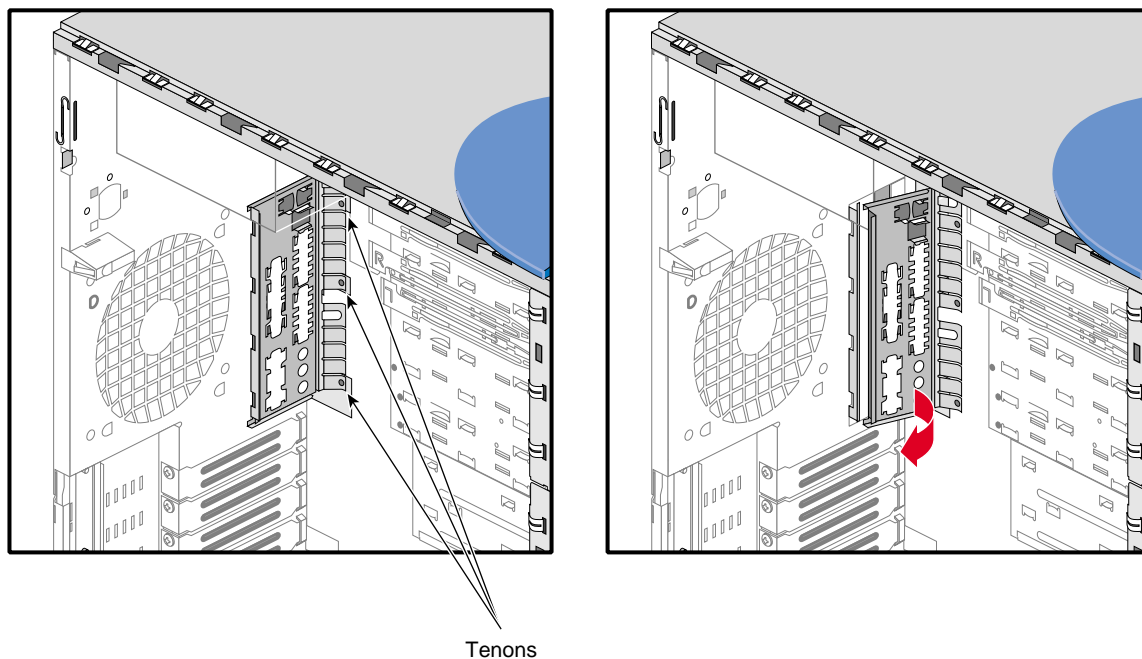

Figure 2-25 Démontage de la plaque du panneau des E/S
2. Localiser les trois tenons en bas de la plaque du panneau des E/S, comme le montre la Figure 2-25.